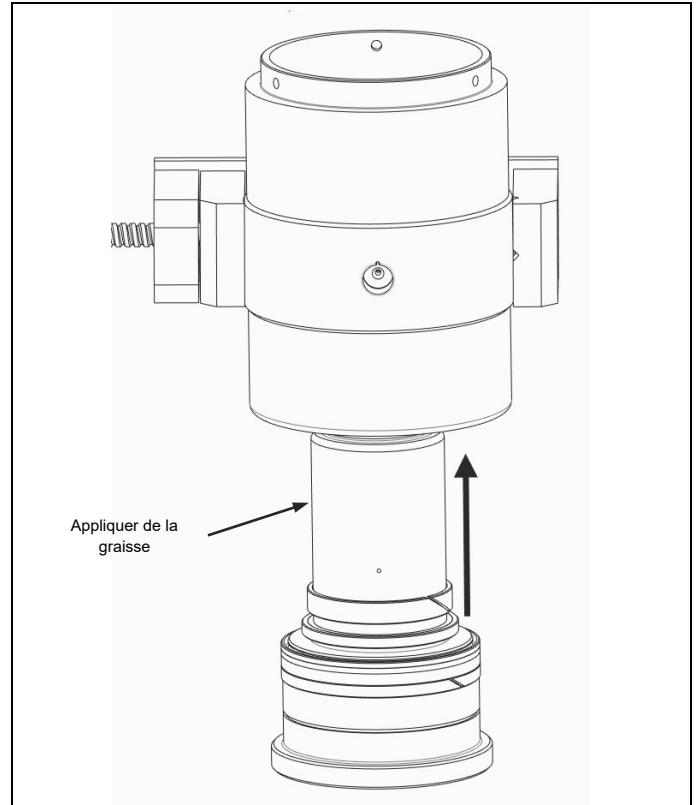

Fig. 4.7 Appliquer de la graisse et installer le piston
- a) En faisant glisser le piston dans le corps, veillez à ne pas endommager les surfaces internes. (Fig. 4.7)